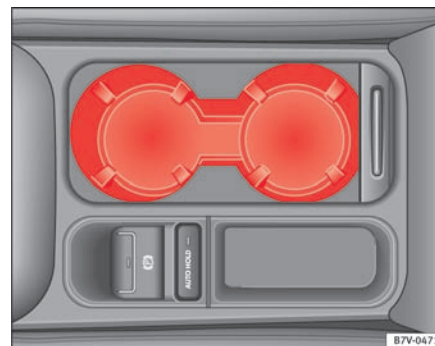

Fig. 115 Midterkonsol foran: drikkevareholder
- For at åbne skal du skubbe afdækningen bagud ⇒ Fig. 115.